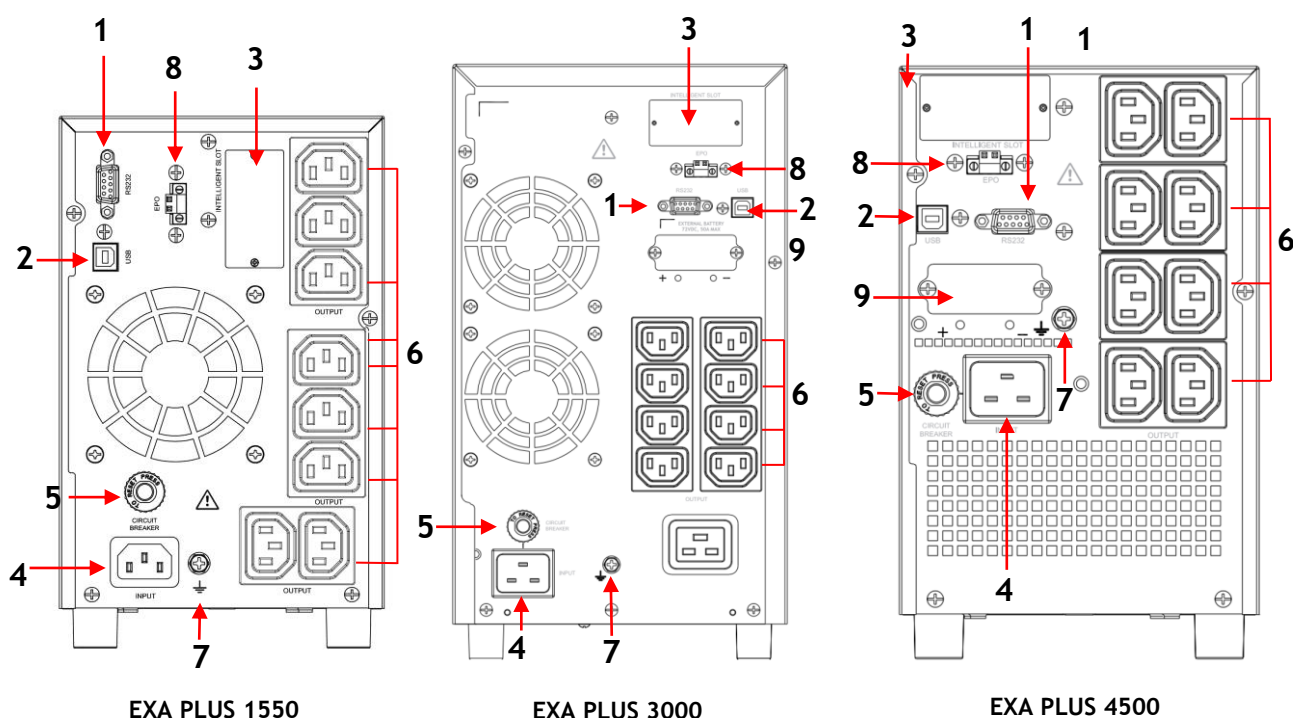

Figura 4 - Pannello Posteriore
I prodotti EXA PLUS hanno sul retro il connettore EPO (Emergency Power Off) (vedi figura 4), che permette di disattivare immediatamente l'Uscita dell'UPS a distanza in caso di emergenza.
1. Tramite il cavo di alimentazione in dotazione collegare la presa d'Ingresso rete (vedi figura 4) ad una **presa di alimentazione elettrica che deve avere obbligatoriamente una connessione a terra secondo le norme vigenti**. Verificare accuratamente il collegamento a terra della presa d'alimentazione elettrica.
- 3.1. Rimuovere la copertura metallica (#9) sul retro dell'UPS (vedi figura 4), per accedere al Connettore Box Batterie.